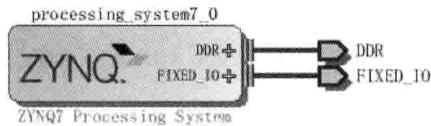

图 4.17 更新后的 ZYNQ 系统
(15) 单击 OK 按钮。
(16) 如图 4.17 所示,给出了更新配置后的 Zynq 嵌入式系统。